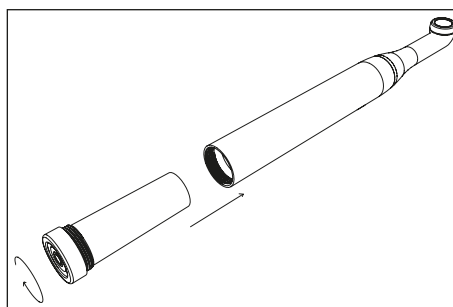

Figura 7 – Introducere bloc baterie
3. Introduceți blocul bateriei în piesa de mână, înfiletându-l așa cum observați în Figura 7 la pagina 10.
Pentru a schimba o baterie defectă, trebuie să deșurubați inelul blocului bateriei, să îl scoateți și să îl înlocuiți cu unul nou (Figura 7 la pagina 10).